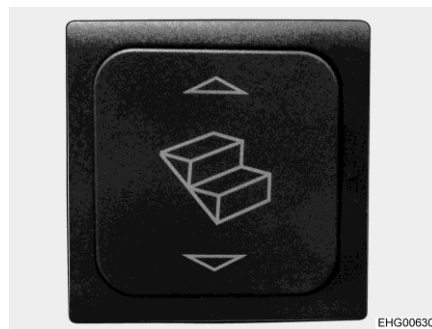

Bild 1 Bedienschalter Eintrittstufe
- Wippschalter (Bild 1) unten drücken, bis die Eintrittstufe vollständig ausgefahren ist.
- Wippschalter (Bild 1) oben drücken, bis die Eintrittstufe vollständig eingefahren ist.